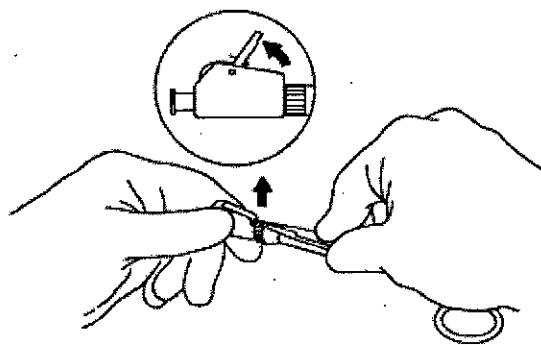

Fig. 6
- Haga palanca hacia arriba hasta liberar la palanca de la leva de bloqueo. (Fig. 6)